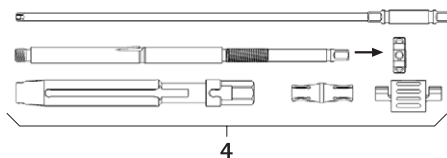

Fig. 2
- Desmontar a alavanca de reposição 4, ver Fig. 2. Desarmar completamente a alavanca de reposição e desapertar a porca tensora.